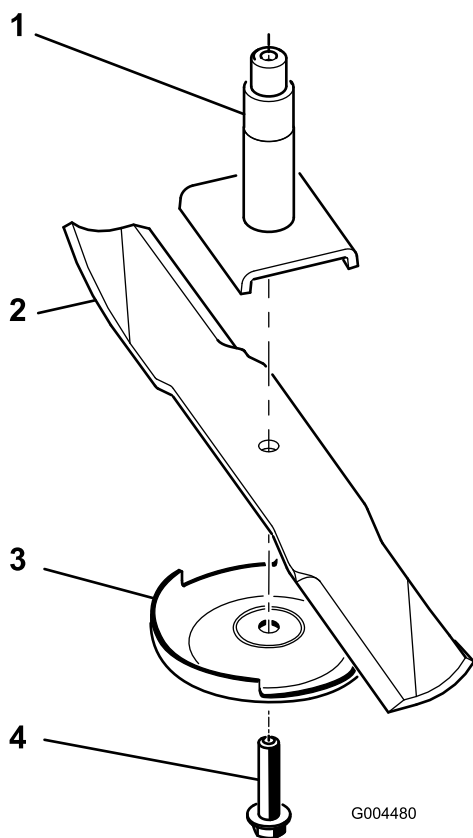

Figure 97
Remarque: Si la lame reste horizontale, elle est équilibrée et peut être utilisée. Si la lame est déséquilibrée, limez un peu l'extrémité de l'ailette seulement (Figure 97). Répétez cette procédure jusqu'à ce que la lame soit équilibrée.
2. Enlevez le boulon, la plaque anti-scalp et la lame de l'axe de pivot (Figure 97).
1. Placez la lame sur l'axe (Figure 97).
2. Montez la plaque anti-scalp et le boulon de lame (Figure 97).